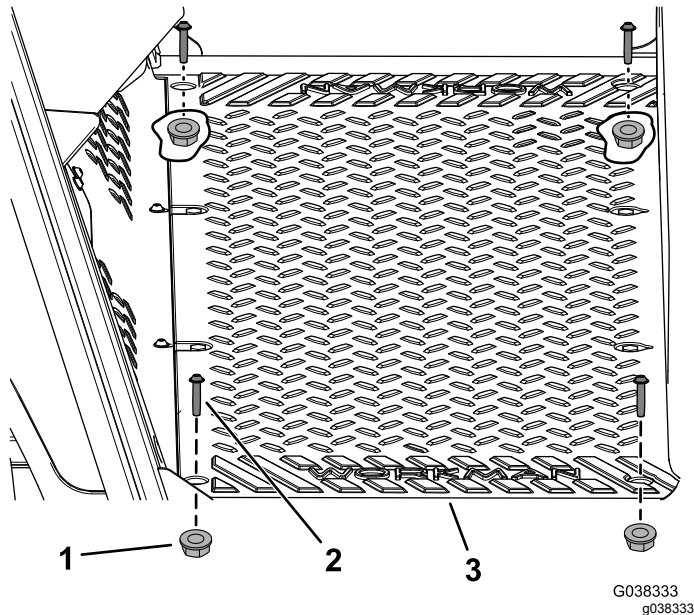

Figura 2
1. Retire los 4 tornillos (¼" x 1¼") y las 4 tuercas (¼") de la placa del suelo (Figura 2).
- Instale los 4 tornillos (1/4" x 1 1/4") y las 4 tuercas (1/4") retirados anteriormente en la placa del suelo (Figura 2).